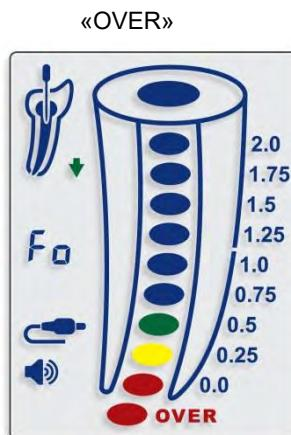

Fig. 11
- ⚠ La indicación roja «OVER» acompañada de pitidos frecuentes señala que la punta de la lima ha sobrepasado el foramen y se ha introducido en la región periapical (sobreinstrumentación del foramen, fig. 11).